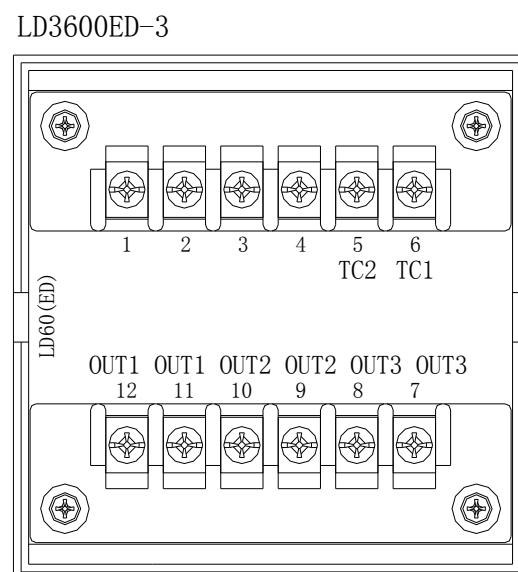
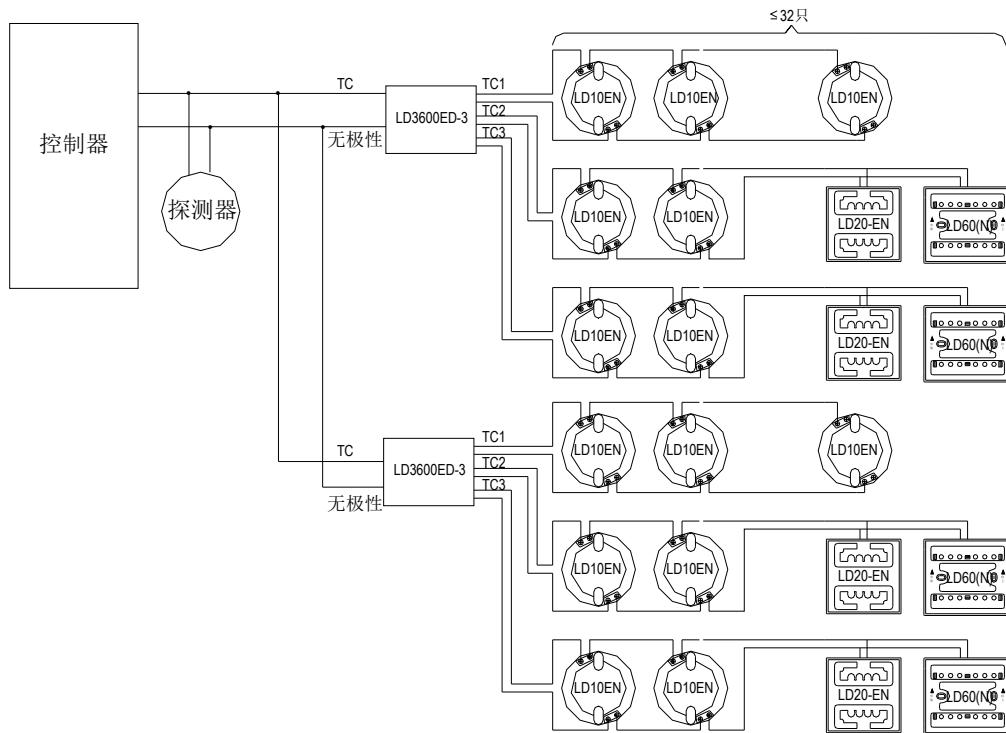

图 4-2
图 4-3
- ★ 接线: 剪、剥导线后按图4-2(端子图)与图4-3(接线图)所示将各导线与相应端子正确连接。